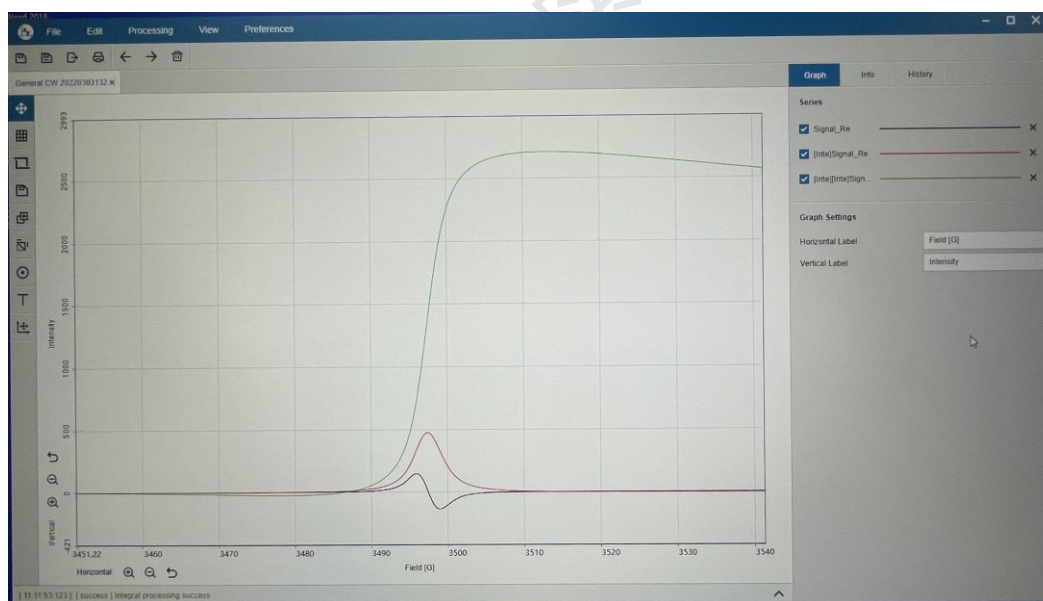

图 6-15 数据积分
- (4) 积分时可先校正基线，随后 **Integral** 进行一次积分，随后点右下角 **OK**。若要进行二次积分，可以先选中一次积分的曲线，再点击 **Integral** 进行二次积分。如图 6-15 红线为一次积分结果，绿线为二次积分结果。